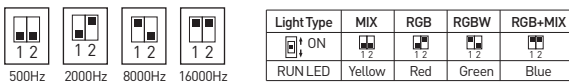

Рис. 2. Положение DIP-переключателей
- 3.5. Настройте режим работы. Установите необходимый режим работы положением Dip-переключателей, индикатор загорится соответствующим цветом. (Рис. 2. Положение DIP-переключателей).